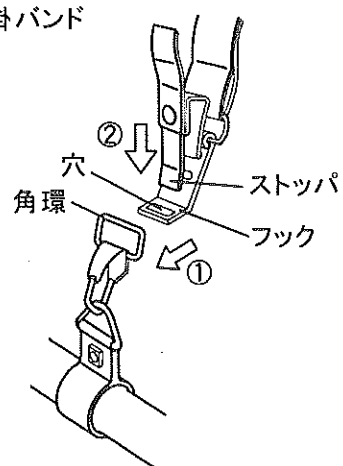

図.4
- ① 図.4のように角環にフックを通します。
- ② ストッパをフックの穴に挿入します。